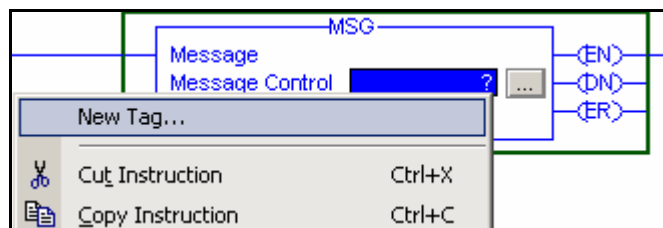

图 3-95 添加 MSG 指令
37. 控制器与多变频器模式下各变频器的显性信息通讯实验。首先，新建梯级，在该梯级上添加 MSG 指令。然后，右键单击 Message Control，选择 New Tag，如图 3-95 所示。